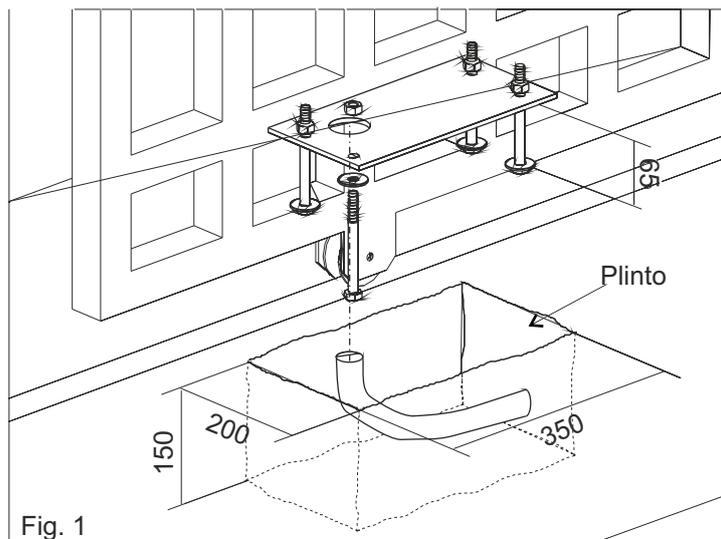

Fig. 1
2.1. Predisponer según la medida indicada en la Fig. 1 una plazoleta de cemento dentro de la cual vendrá murada una placa de fundición y los pernos de anclaje